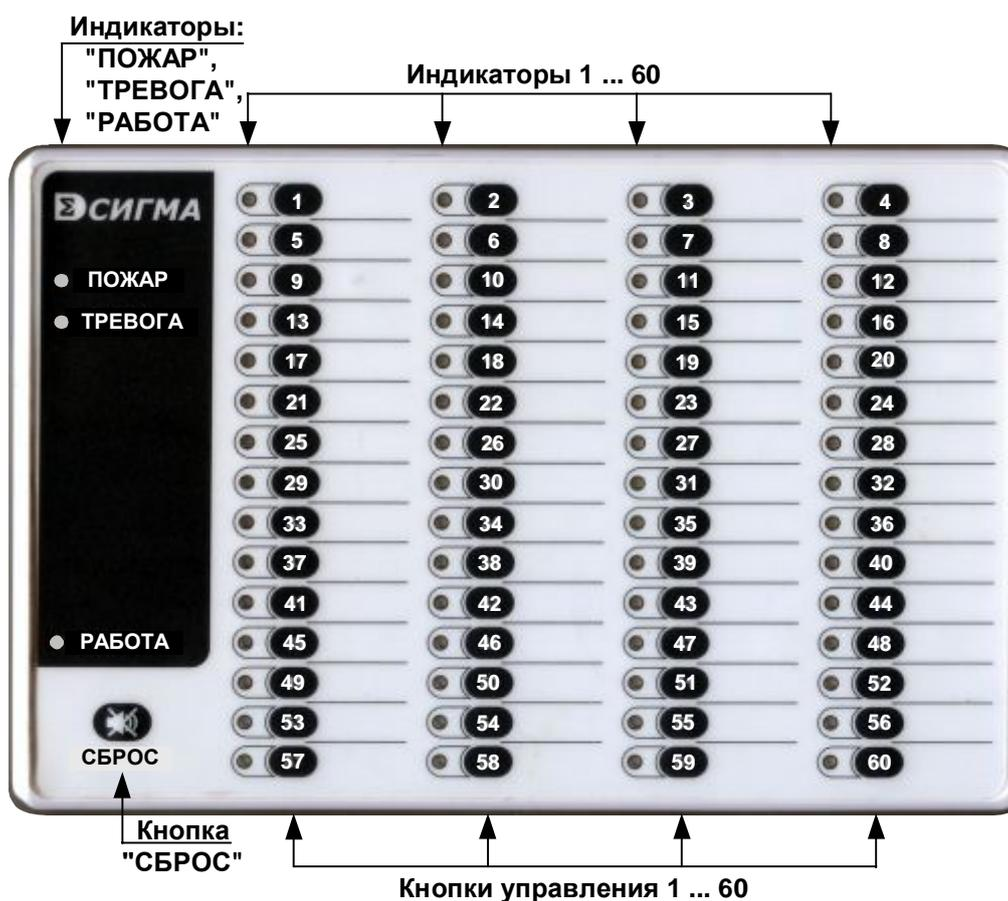
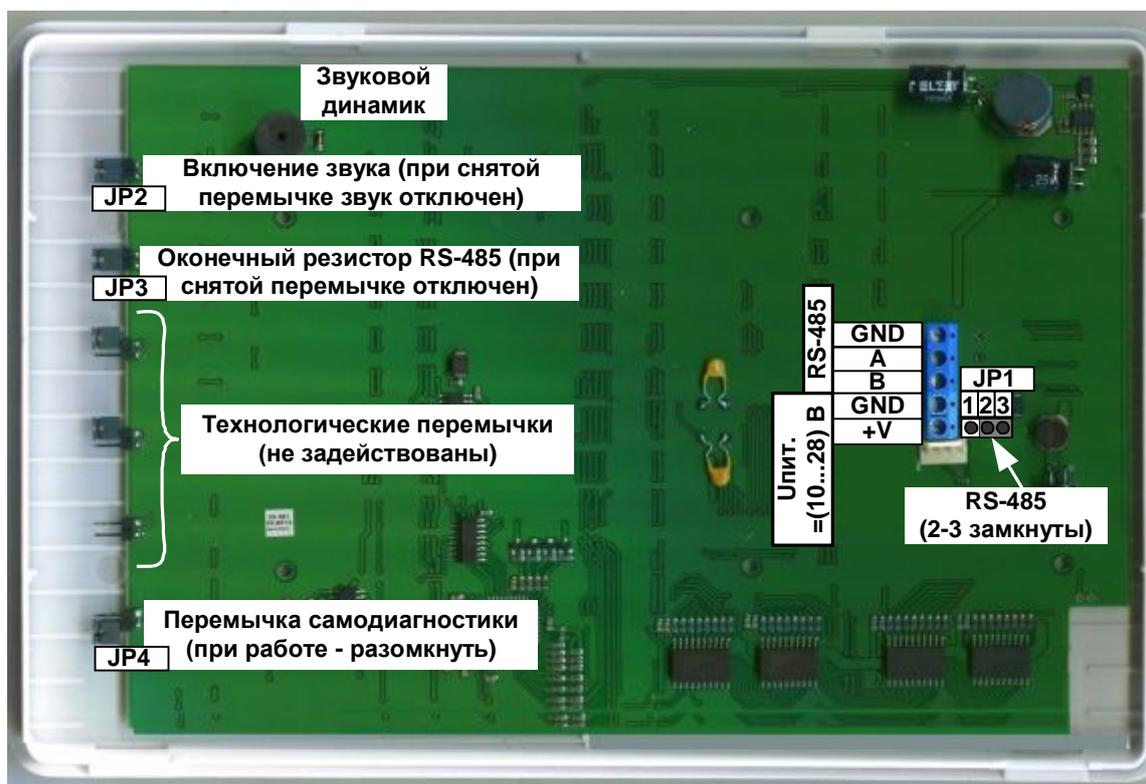

Рис. 1 Внешний вид БИУ
Рис. 3 Внешний вид платы БИУ. Подключение.
Внешний вид БИУ показан на Рис. 1. БИУ содержит 60 двухцветных индикаторов состояния областей, общие индикаторы “ПОЖАР”, “ТРЕВОГА”, “РАБОТА”, кнопку “СБРОС” и 60 кнопок управления. В составе БИУ предусмотрен звуковой динамик (см. Рис. 3).
5.2. Если устройство является последним в линии связи "RS-485", перемычка (JP3, см. Рис. 3) оконечного резистора должна быть замкнута.
5.4. Подключение БИУ к линиям связи с БЦП и источнику питания осуществляется через клеммную колодку, установленную на плате Рис. 3 Внешний вид платы БИУ. Подключение.